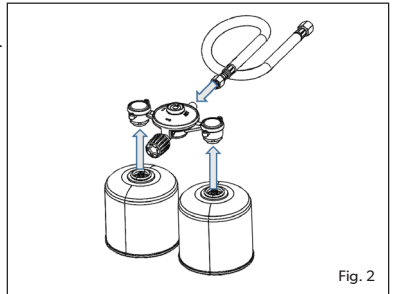

Fig. 2
- Insérez les deux cartouches de gaz sur l'unité en les vissant en place (Fig. 2).